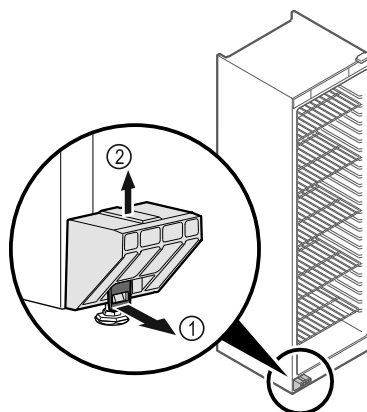

Fig. 5
- ▶ Nakładkę Fig. 5 (1) pociągnąć do przodu.
- ▶ Zabezpieczenie transportowe Fig. 5 (2) pociągnąć w górę i zdjąć.